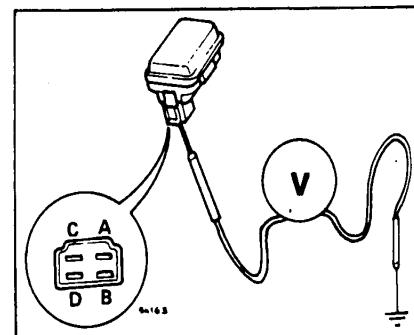

Рис. 13 Проверка датчика барометрического давления
- Подсоедините вольтметр к клемме D датчика и земле (рис. 13).